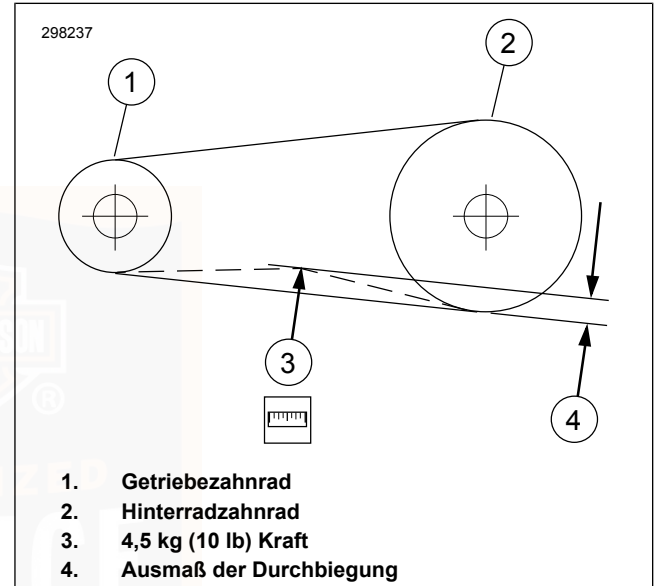

Abbildung 108. Riemendurchbiegung überprüfen
- b. **Alle anderen Modelle:** Siehe Abbildung 108. Bei stillgehaltenem Messgerät Riemendurchbiegung (4) messen.